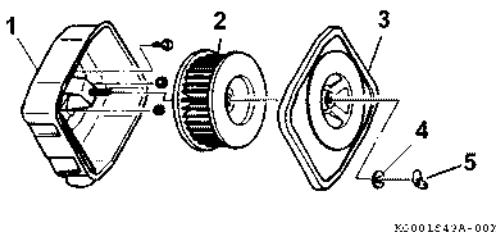

Рис. 69
1. Открутите гайку-баращек (Рис. 69, (5)) и снимите прокладку (Рис. 69, (4)).
2. Снимите крышку воздушного фильтра (Рис. 69, (3)).
3. Выньте фильтрующий элемент (Рис. 69, (2)).
5. Очистите внутреннюю часть корпуса и крышку воздушного фильтра (Рис. 69, (1, 3)).
6. Установите прежний (или новый) фильтрующий элемент (Рис. 69, (2)) в корпус воздушного фильтра.